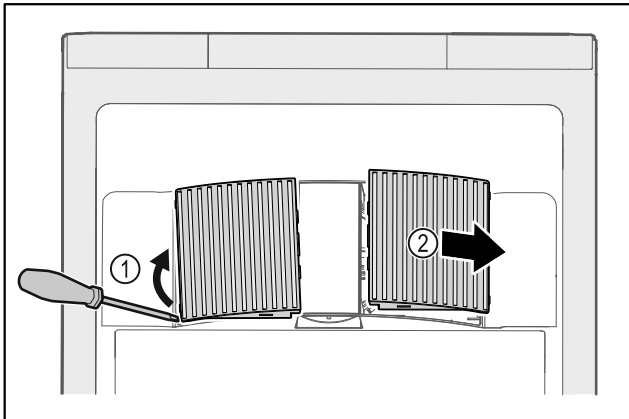

Fig. 47
- ▶ Izceliet uzmanīgi ventilatora pārsegu no sāniem Fig. 47 (1) un noņemiet uz priekšu Fig. 47 (2).